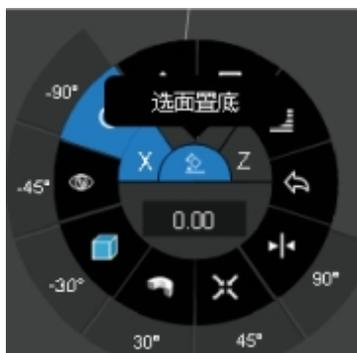

图7-5-35 模型调整轮
④选择右上方“模型调整轮”→“旋转”→“选面置底”，如图7-5-35所示。